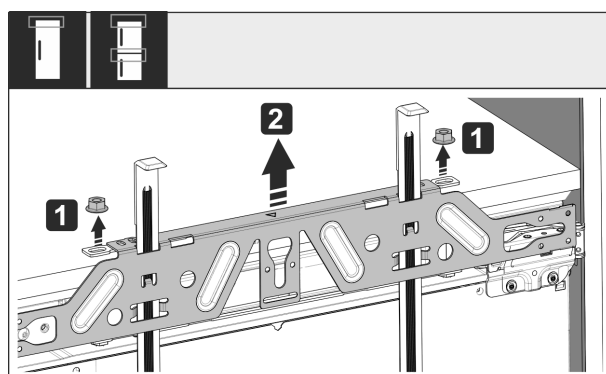

Fig. 51
- Uvoľnite poistné matice Fig. 51 (1).
- Odoberte upevňovaciu traverzu Fig. 51 (2).